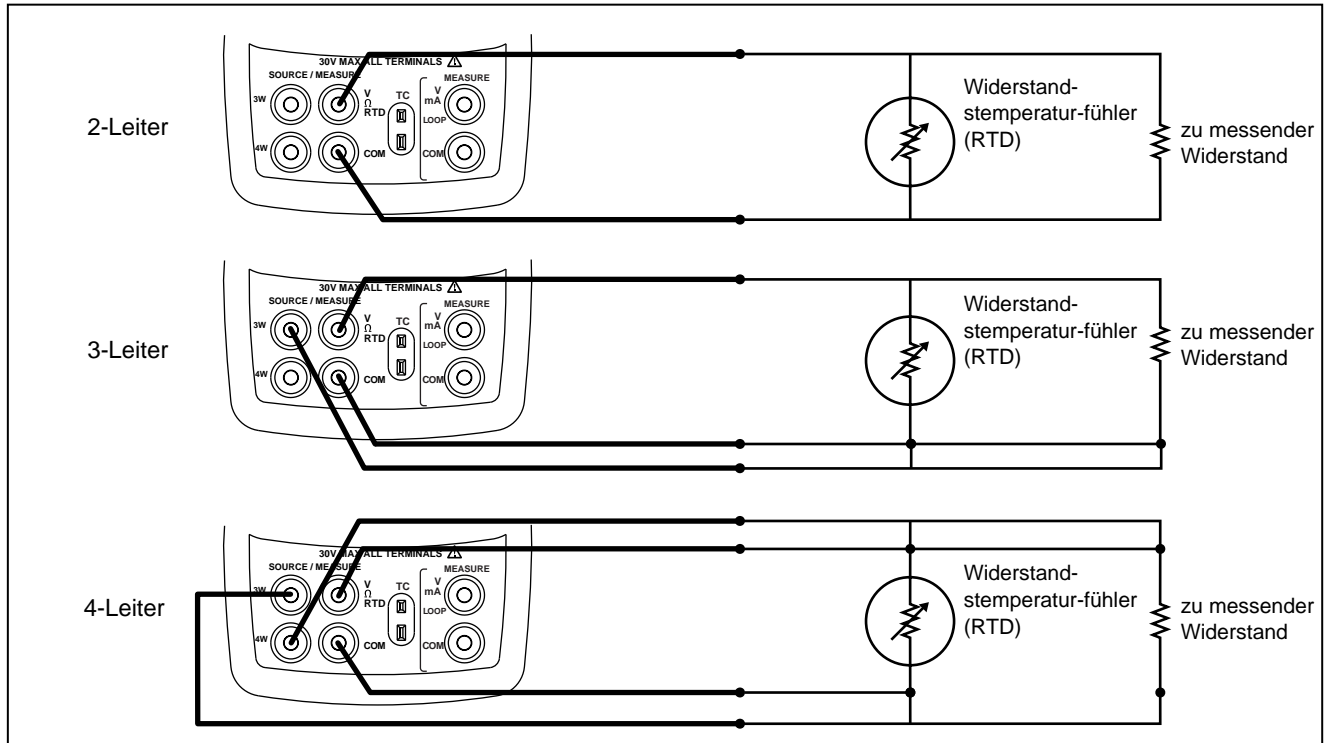

Abbildung 11. Messen von Temperatur mit einem Widerstandstemperturfühler (RTD), Messen von 2-, 3- und 4-Drahtwiderstand
4. Den Widerstandstemperturfühler gemäß Abbildung 11 an die Eingangsbuchsen des Kalibrators anschließen.